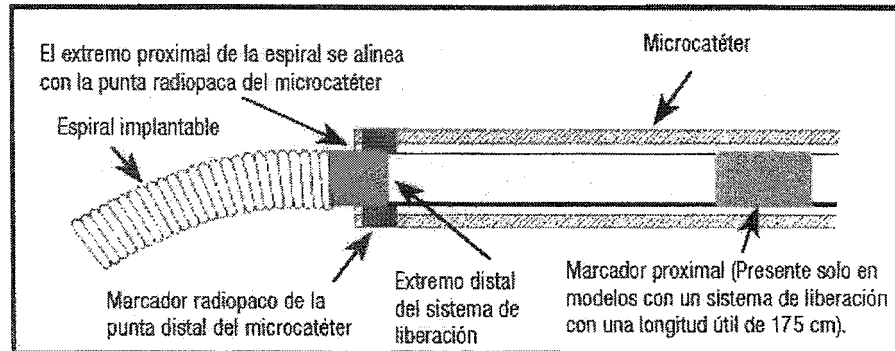

Figura 4 - Posición de las bandas marcadoras para el desacoplamiento
25. Haga avanzar la espiral hacia el lugar deseado hasta que el marcador radiopaco del sistema de liberación esté alienado o ligeramente distal al marcador radiopaco de la punta distal del microcatéter, de modo que la zona de desacoplamiento esté justo fuera de la punta del microcatéter. Vea la figura 4.